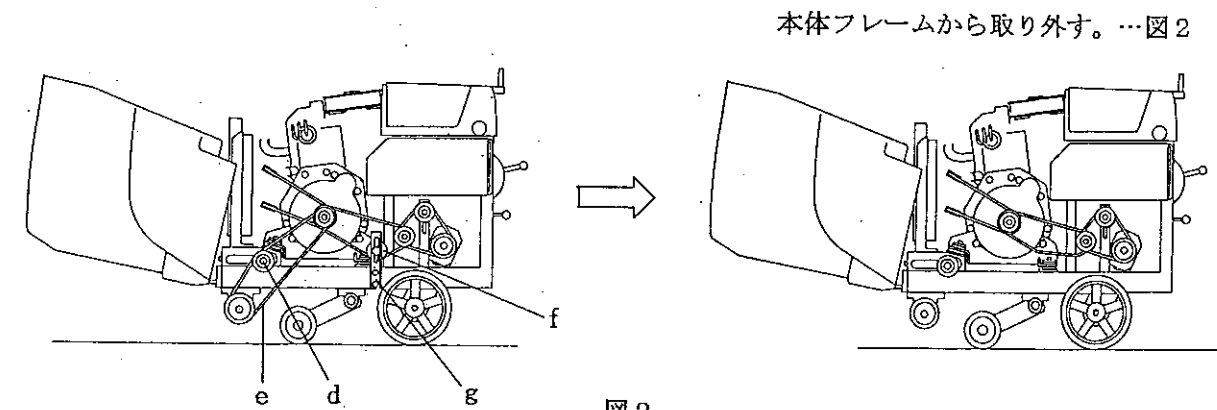

図2
2. メインベルトテンションプーリー (d) を緩め メインベルト (e) を外す。…図2